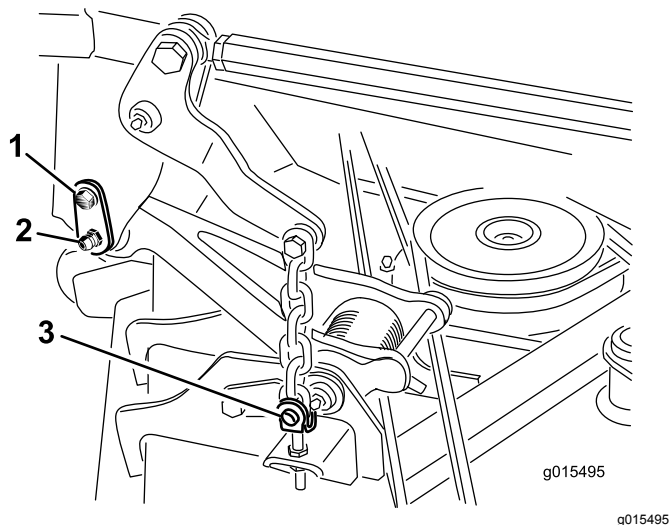

图1
- 卸下将固定销固定到承载架的轴肩螺丝图1。
8. 卸下将刀盘提升链固定至剪草刀盘调节挂钩的 4 个环形销和柱销 图1。